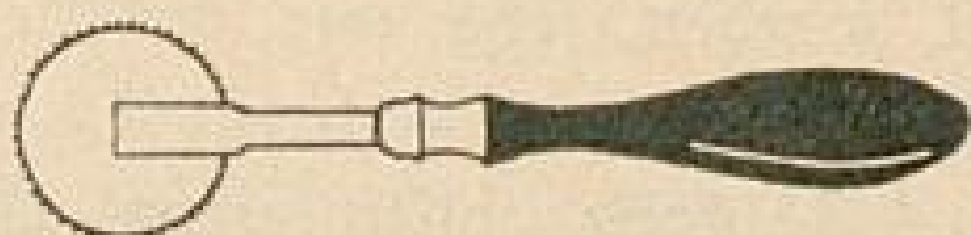

Abb. 3
4. Das Rädchen (Abb. 3) wird benutzt, um Schnittmuster auf glatte Stoffe durchzuzeichnen; besonders beim Zuschneiden der Wäsche ist es unentbehrlich.